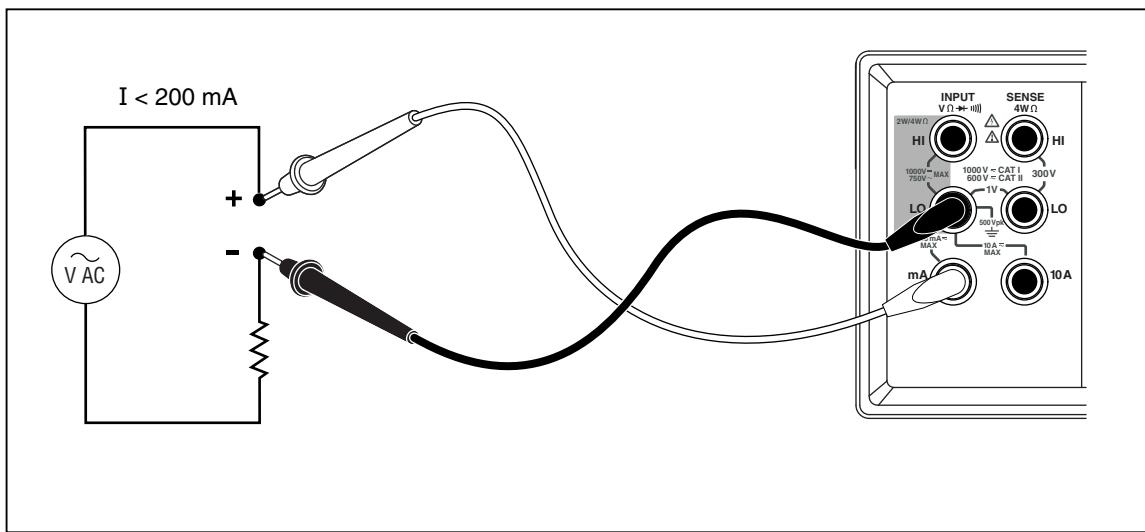

图 3-8。电流测量 <200 mA
4. 如果预计测量电流小于 200 mA，可将测试线连接到 200 mA 和 LO 端子，并断开 10 A 连接端子上的所有测试线。请见图 3-8。